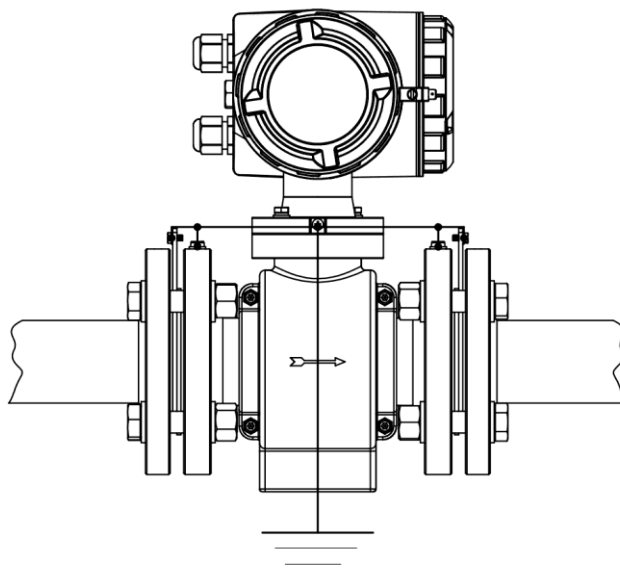

图 9.6 液体与管道绝缘或导电性能不佳
4.2 有绝缘涂层的金属管道、非金属管道、接地性能不佳的管道的接地（图 9.6）